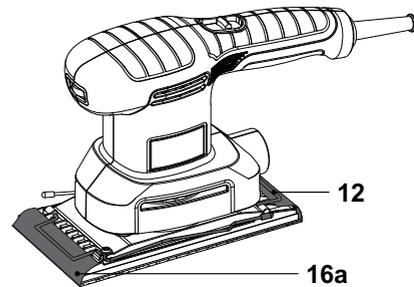

Fig. 14
> Ajustez la feuille abrasive (16a) et bloquez l'autre extrémité avec la deuxième pince de serrage (12) (Fig. 14).